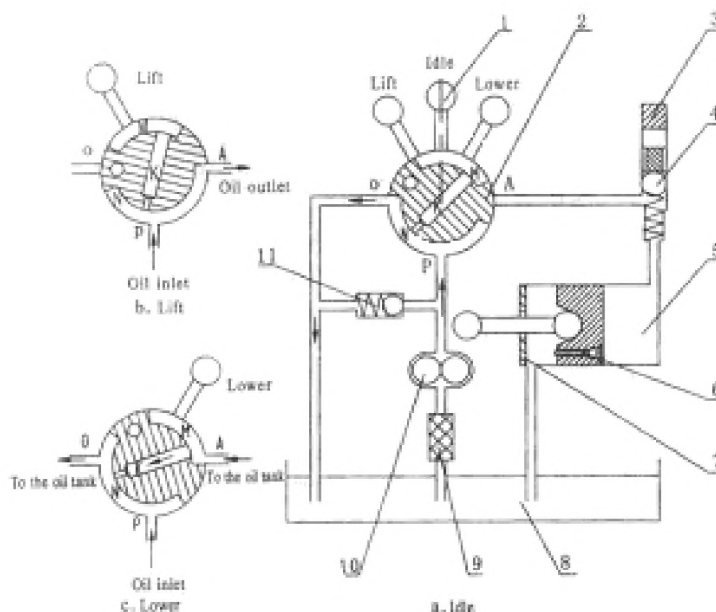

Рисунок 4-36. Подъемник (2).
Потяните рычаг управления (1) назад в положение подъема, поворотный клапан (2) поворачивается в положение подъема (рисунок 4-36 (b)), сердечник клапана перекрывает обратный канал O, масло из насоса поступает в канал цилиндра A через арку канала N и толкает поршень для подъема орудия. Переключите рычаг управления (1) вперед в положение опускания (рисунок 4-36 (c)), арочный канал N соединяет канал P с обратным каналом O. Масло из насоса поступает напрямую в масляной бочок. Другой арочный канал M соединяет канал цилиндра A с обратным каналом O. Переключите рычаг в нейтральное положение, сердечник клапана закрывает обратный канал цилиндра A, арочный канал N соединяет канал P с каналом O и масло напрямую поступает в масляной бочок. И орудие остается на определенной высоте (рисунок 4-36 (a)).